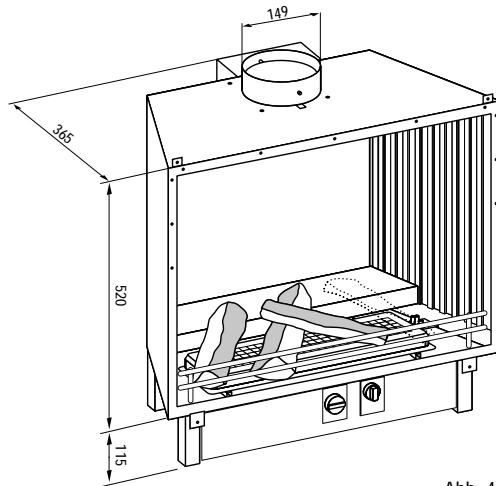

Abb. 4 Aufstellen des Ofens
- Stellen Sie das Gerät in die Nische (Abb. 4).